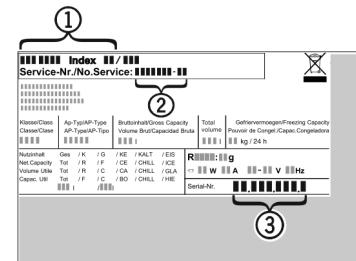

Fig. 13
- Z typového štítku odčítajte označenie zariadenia Fig. 13 (1), servisné č. Fig. 13 (2) a sériové č. Fig. 13 (3). Typový štítok je na ľavej vnútorej strane zariadenia.
- Upovedomte zákaznícky servis a oznámite chybu, označenie zariadenia Fig. 13 (1), servisné č. Fig. 13 (2) a sériové č. Fig. 13 (3).